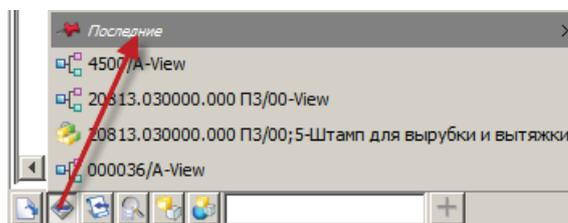

Рисунок 12.15
- команда **Последние объекты** отображает список последних открытых в приложении **Менеджер структуры** объектов (рис. 12.15);